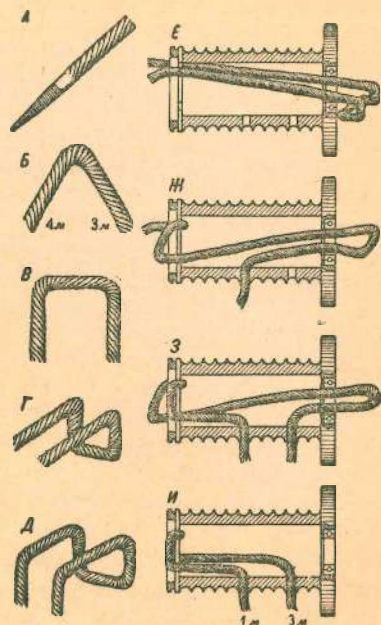

Рис. 2
4. Конец троса опаять оловом (рис. 2, А).
5. Разделить трос на две части, длиной 4 м и 3 м, и перегнуть на месте деления (рис. 2, Б).
6. Согнуть трос вторично на величину расстояний отверстий в барабане, примерно 30—35 мм (рис. 2, В).
7. Согнуть трос третий раз по толщине стенки барабана и с учетом толщины контрящей шайбы примерно на 10—12 мм (рис. 2, Г).
8. Перегнуть трос четвертый раз на величину 30—35 мм (рис. 2, Д).
1. Продеть концы троса через отверстия шарикоподшипника большой шестерни и через отверстия для троса противоположной стороны барабана, протаскивать рывком (рис. 2, Е).
2. Продеть один конец троса длиной 4 м через нижнее отверстие для троса в стенке барабана, в отверстие шарикоподшипника и в среднее отверстие на канавке барабана, протаскивая его рывком (рис. 2, 3).
3. Продеть второй конец троса длиной 3 м через нижнее отверстие для троса в стенке барабана, в отверстие шарикоподшипника и в крайнее отверстие барабана, протаскивая его рывком (рис. 2, И).